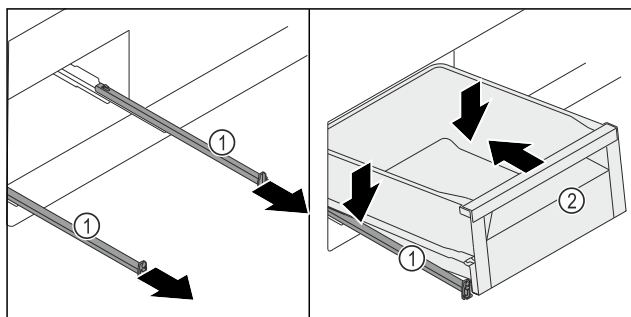

Fig. 259
- Izvlecite vodila Fig. 259 (1)
- Držite vodila Fig. 259 (1) in predal Fig. 259 (2) postavite diagonalno na vodila Fig. 259 (1) od zgoraj.
- Predal Fig. 259 (2) potisnite nazaj po vodilih Fig. 259 (1) do konca.